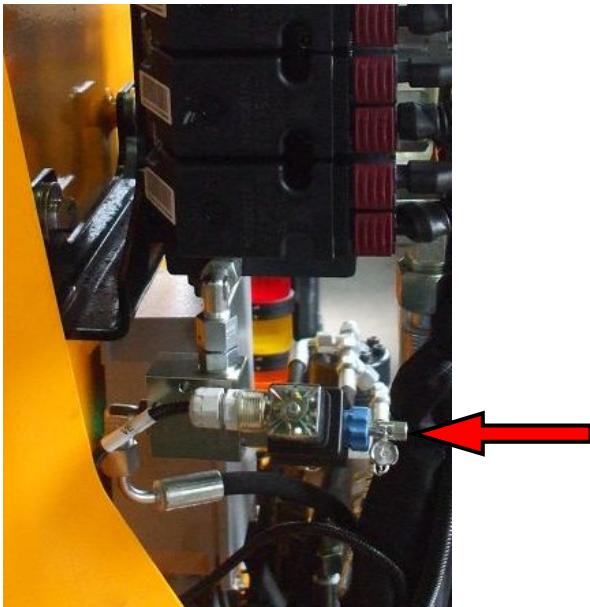

Figura 1 – valvola d'emergenza (VECCHIA)
- individuare l'elettrovalvola d'emergenza (figura 1)